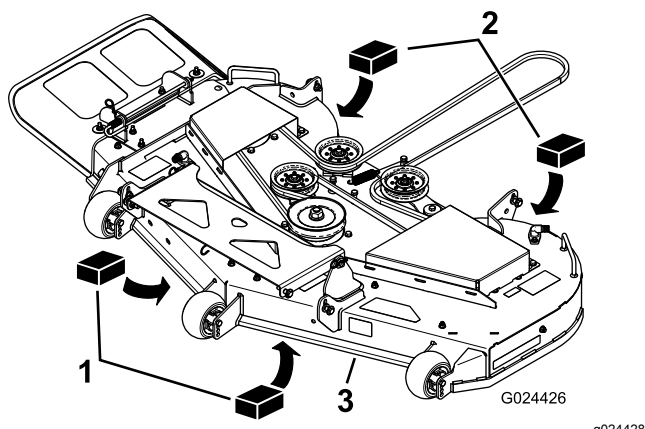

Bild 71
3. Legen Sie zwei 6,6 cm dicke Blöcke an jeder Seite unter die vordere Kante des Mähwerks, jedoch nicht unter die Halterungen der Antiskalpierrollen (Bild 71).
4. Legen Sie zwei 7,3 cm dicke Blöcke unter die hintere Kante des Mähwerks, ein Block an jeder Seite des Mähwerks (Bild 71).